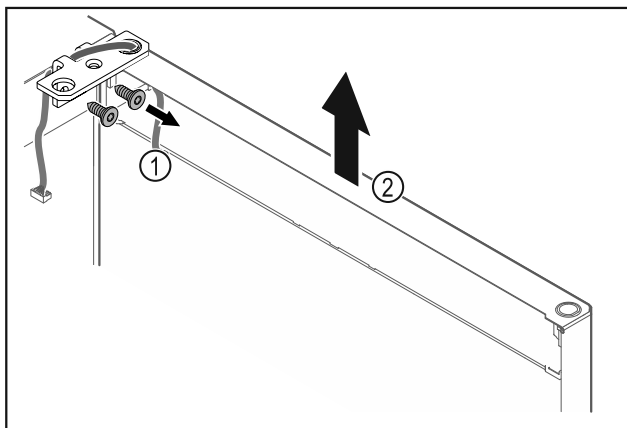

Fig. 28
- Svitare la cerniera angolare Fig. 28 (1).
- Sollevare la porta con la cerniera angolare Fig. 28 (2) di ca. 200 mm verso l'alto in senso orizzontale e rimuoverla.